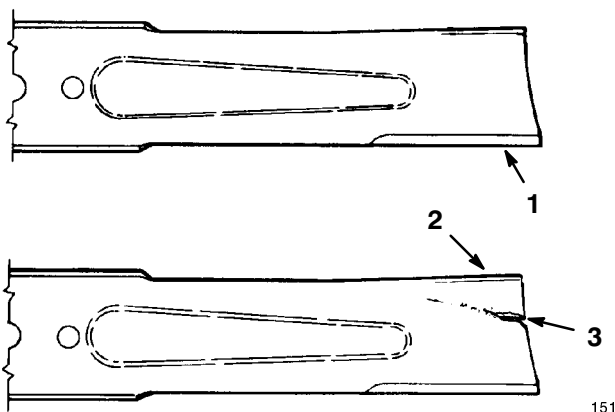

Figure 36
- Inspectez les arêtes des lames (Fig. 36). Si elles ne sont pas tranchantes ou si elles présentent des indentations, déposez et aiguisiez les lames (voir Aiguisage des lames, page 32).
- Inspectez les lames, surtout la partie incurvée (Fig. 36). Remplacez immédiatement toute lame endommagée, usée ou qui présente une entaille (Fig. 36).